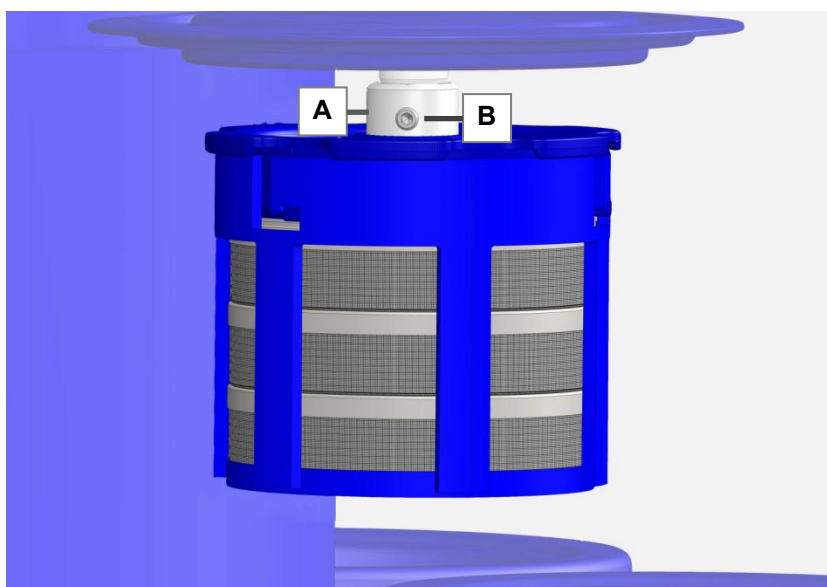

Fig. 8.2.1. Fixation du réceptacle
**Critères de contrôle** Contrôler si le réceptacle du panier de nettoyage/porte-pièces (Fig. 8.2.1.A.) est correctement fixé sur l'arbre d'entraînement.
**Mesure** Resserrez si nécessaire la tige filetée (Fig. 8.2.1.B.) à l'aide d'une clé Allen 2 mm.